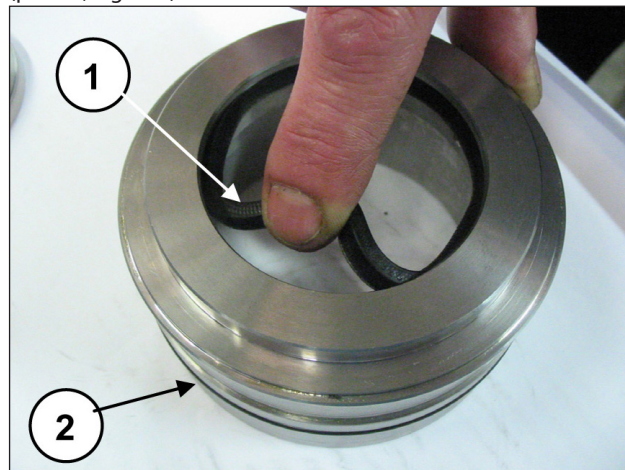

Fig. 200
Introducir la junta de baja presión en el soporte de juntas KC (pos. ①, Fig. 200) de manera que el labio de estanqueidad esté orientado hacia delante (hacia la cabeza) y la junta tórica (pos. ②, Fig. 200).